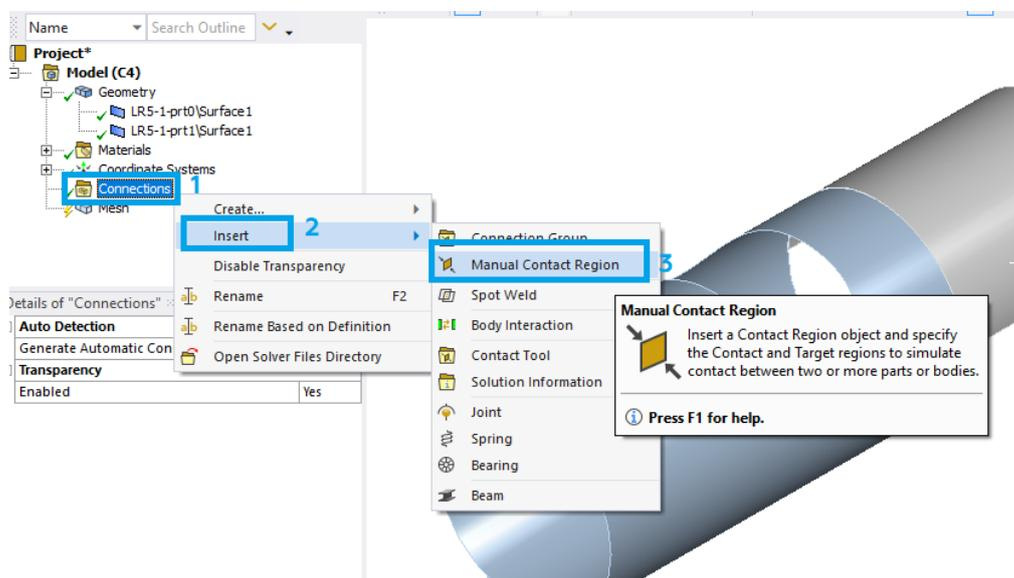

Рис. 18. Создаем контактный регион
15.3. Зададим контактные регионы (рис. 18):
- ждем ПКМ на **Connections** (1) – **Insert** (2) – **Manual Contact Region** (3) и задаем контактные области между двумя сегментами;